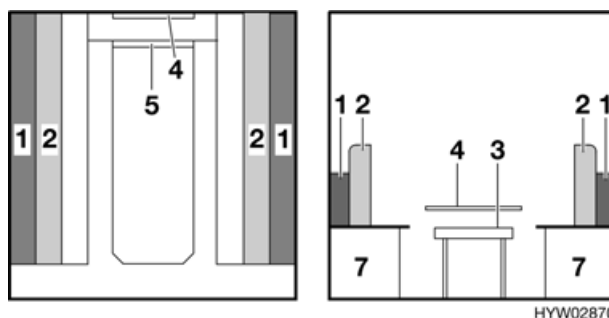

Bild 47 Während des Umbaus
- Tischplatte (Bild 47,3) um ca. 45° anheben, aus der oberen Halteschiene (Bild 47,4) heben und im 45°-Winkel halten.
- Tischplatte im 45°-Winkel in die untere Halteschiene (Bild 47,5) einsetzen und mit den Stützen auf dem Boden abstellen.